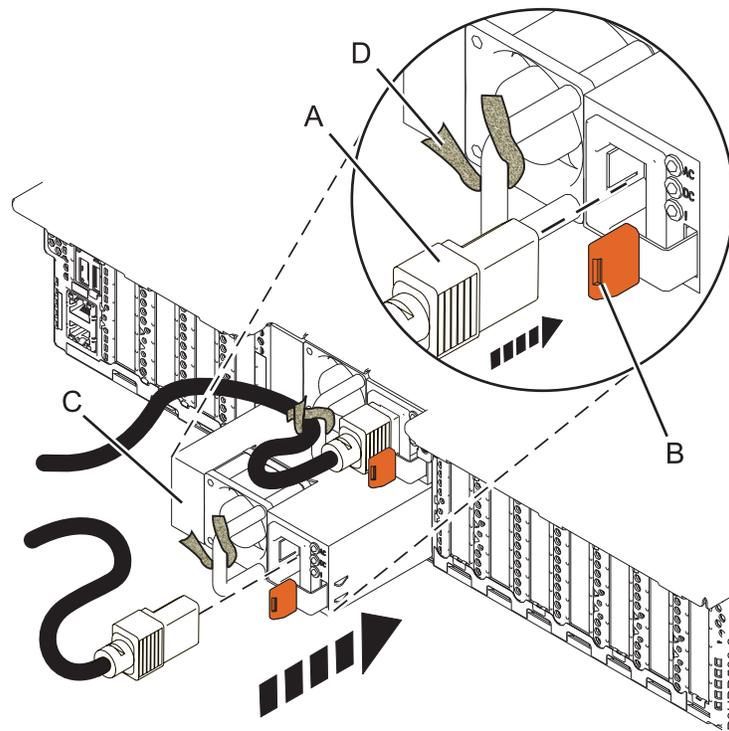

Abbildung 5. Austausch eines Netzteils im System
3. Richten Sie das Netzteil (C) auf die Position aus und schieben Sie das Netzteil in das System, bis die terrakottafarbene Verriegelung (B) einrastet, wie in Abb. 5.
4. Verbinden Sie das Netzkabel (A) mit dem Netzteil (C), wie in Abb. 5.
5. Verwenden Sie den Klettverschluss (D), um das Netzkabel am Netzteilgriff zu befestigen, wie in Abb. 5.